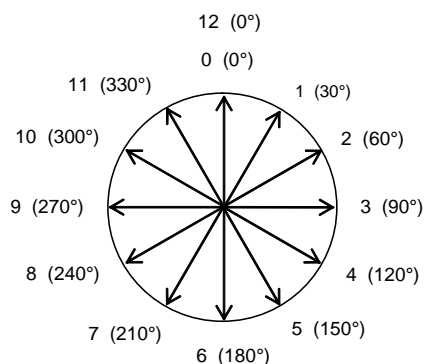

Figura 4 – Rotação
Passo 2: Verifique em quantos graus o secundário está atrasado com relação ao primário e escolha a matriz de compensação conforme a figura 4: